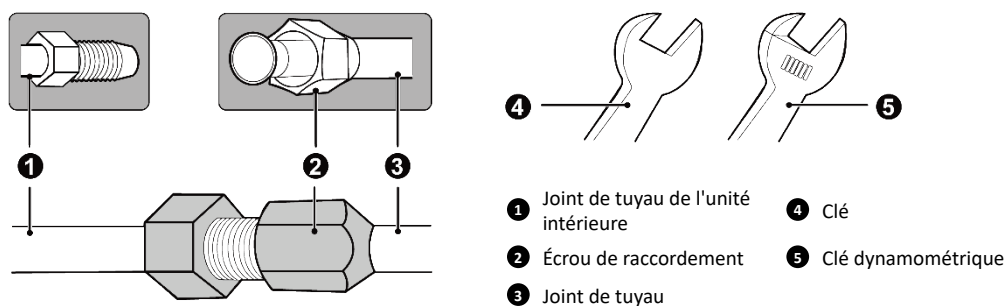

Fig. 4.2
- 1 Dirigez l'orifice évasé du tuyau en cuivre au centre du joint vissé, puis serrez l'écrou évasé à la main comme indiqué sur la Fig.4.2.